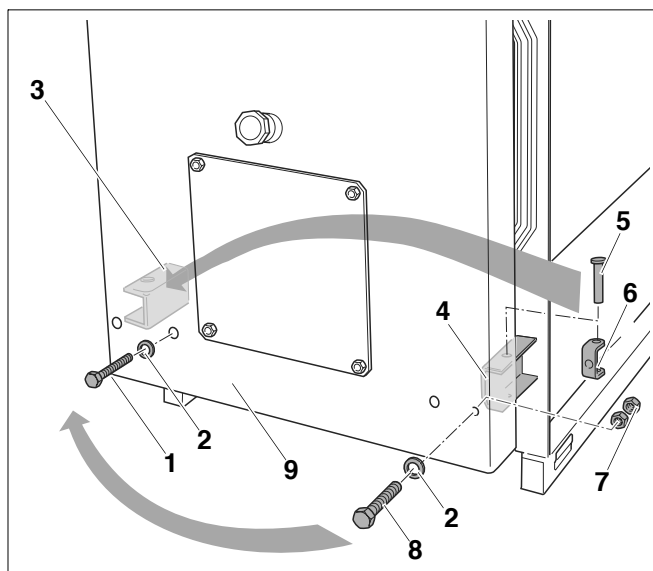

Fig. 9 Desfacerea balamalei inferioare
- Se deșurubează șurubul cu cap hexagonal M16 (fig. 9, **poz. 8**) al balamalei inferioare dreapta (fig. 9, **poz. 4**) până când bolțul balamalei (fig. 9, **poz. 5**) se mișcă liber.
- Se scoate bolțul balamalei (fig. 9, **poz. 5**) din furca balamalei (fig. 9, **poz. 6**) și din balamaua inferioară dreapta (fig. 9, **poz. 4**).
- Se deșurubează șurubul cu cap hexagonal M16 (fig. 9, **poz. 8**) din furca balamalei (fig. 9, **poz. 6**).
- Se slăbește contrapiulița M16 (fig. 9, **poz. 7**) și se desface de pe șurubul cu cap hexagonal M16 (fig. 9, **poz. 8**).
- Se scoate șurubul cu cap hexagonal M16 (fig. 9, **poz. 8**) din ușa arzătorului (fig. 9, **poz. 9**).
- Se desface șurubul cu cap hexagonal M12 (fig. 9, **poz. 1**) de la balamaua inferioară dreapta (fig. 9, **poz. 3**) din orificiul filetat al peretelui frontal al cazanului și se scoate din ușa arzătorului (fig. 9, **poz. 9**).